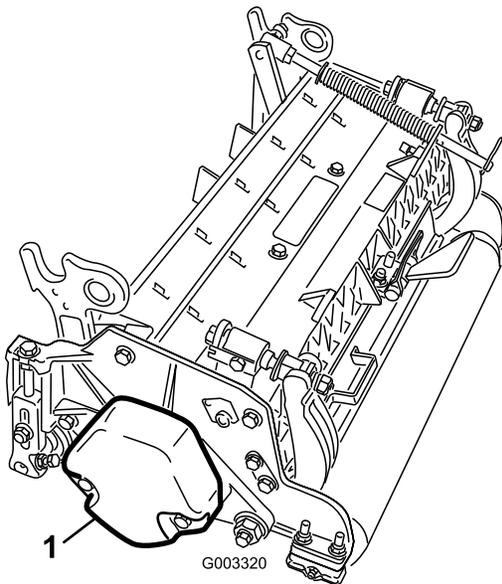

Рисунок 3
- Убедитесь, что противовес (**Рисунок 3**) установлен в надлежащих концах каждого режущего блока, как описано в *Руководстве оператора* для режущих блоков.